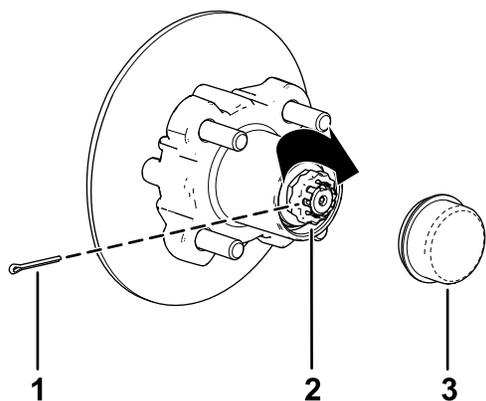

Рисунок 34
8. Установите держатель поверх гайки и проверьте совмещение паза в держателе с отверстием в оси под шплинт (Рисунок 34).
9. Установите шплинт и загните обе лапки вокруг держателя (Рисунок 34).
10. Установите пылезащитную крышку на ступицу (Рисунок 34).